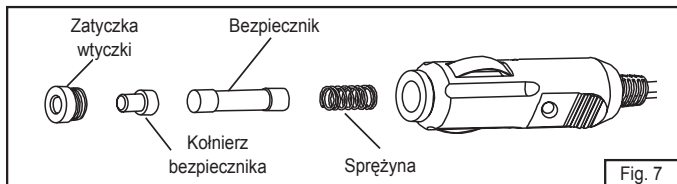

Fig. 7
- Zkontrolujte pojistku zástrčky kompresoru (Fig. 7).
- Sprawdzić bezpiecznik we wtyczce pompy (Fig. 7).
- Preverite varovalko v vtiču tlačilke (Fig. 7).